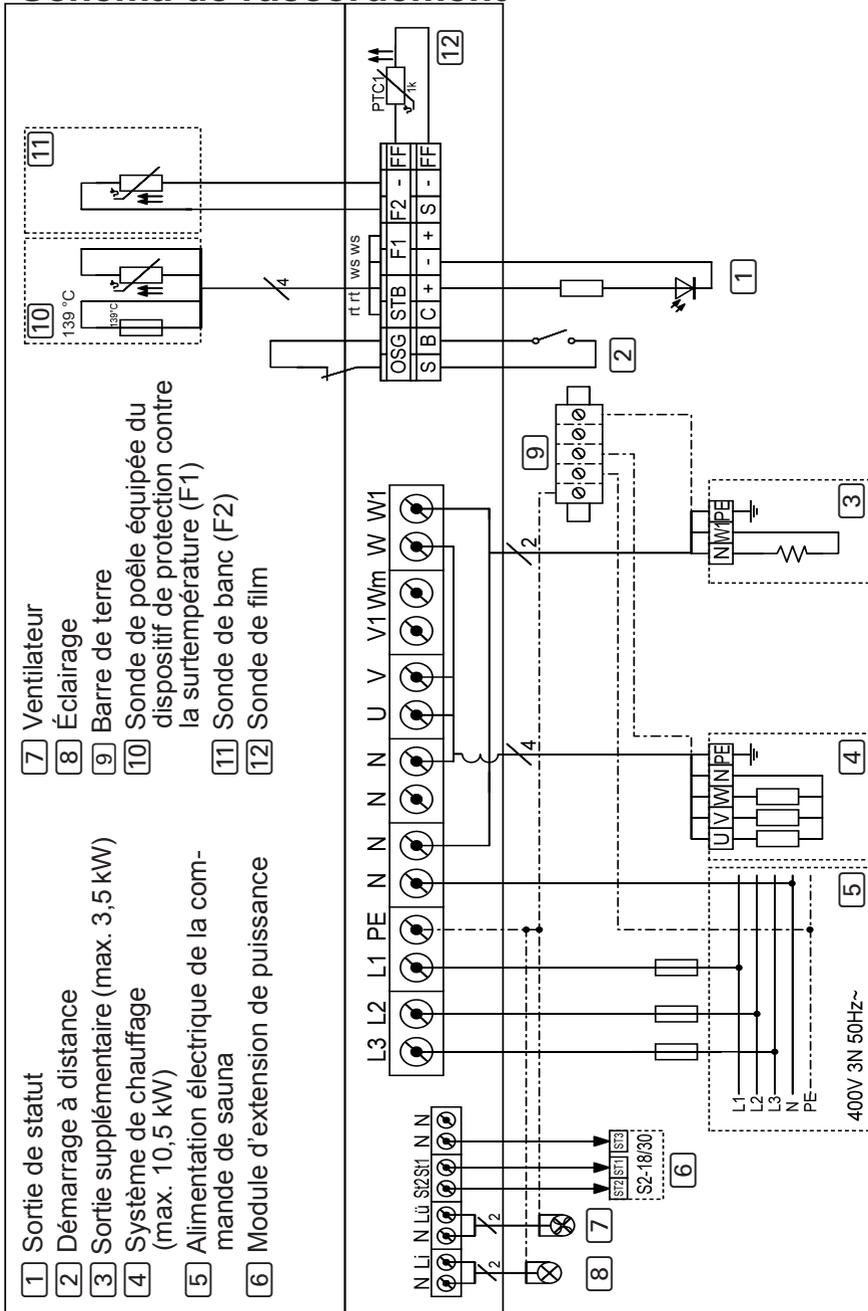

Fig. 4 Schéma de raccordement
- Respectez le schéma de raccordement (**Fig. 4**) page **23**.